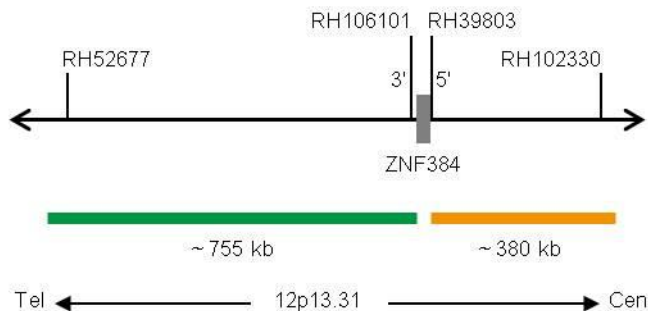

Fig. 1: SPEC ZNF384 Mapa de la sonda (no está a escala)
- Polinucleótidos marcados en verde (excitación a 503 nm/emisión a 528 nm) ZyGreen (~10,0 ng/μl), dirigidos a secuencias localizadas en 12p13.31* (chr12:6,016,809-6,771,300) distales a la región del punto de ruptura de ZNF384 (ver Fig. 1).
- Polinucleótidos marcados en naranja (excitación a 547 nm/emisión a 572 nm) ZyOrange (~4,5 ng/μl), dirigidos a secuencias localizadas en 12p13.31* (chr12:6,799,546-7,175,222) proximales a la región del punto de ruptura de ZNF384 (ver Fig. 1).